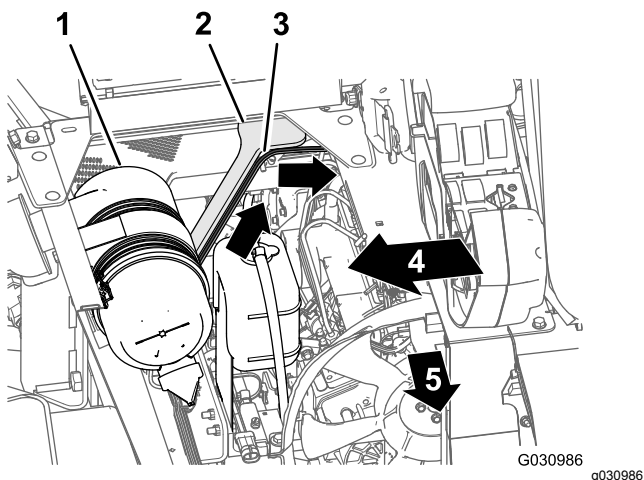

Figure 136
1. Acheminez la branche de 165 cm du faisceau de câblage vers le haut et dans l'arrière du compartiment moteur, le long du support droit du carénage du moteur, devant le conduit qui relie le filtre à air et le moteur (Figure 136).